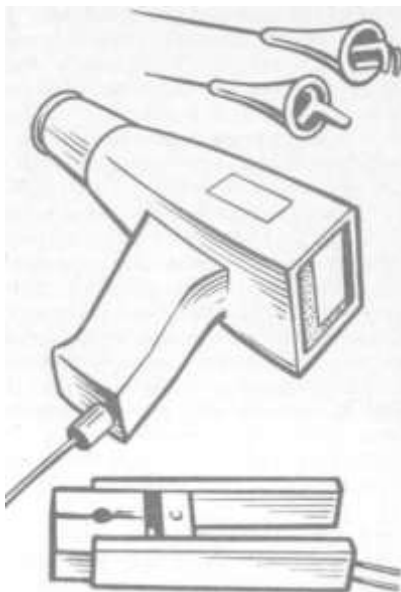

Рис. 24. ПАС-2
2. Изучить устройство прибора ПАС-2 для диагностирования системы зажигания карбюраторных двигателей. (Рис.24)